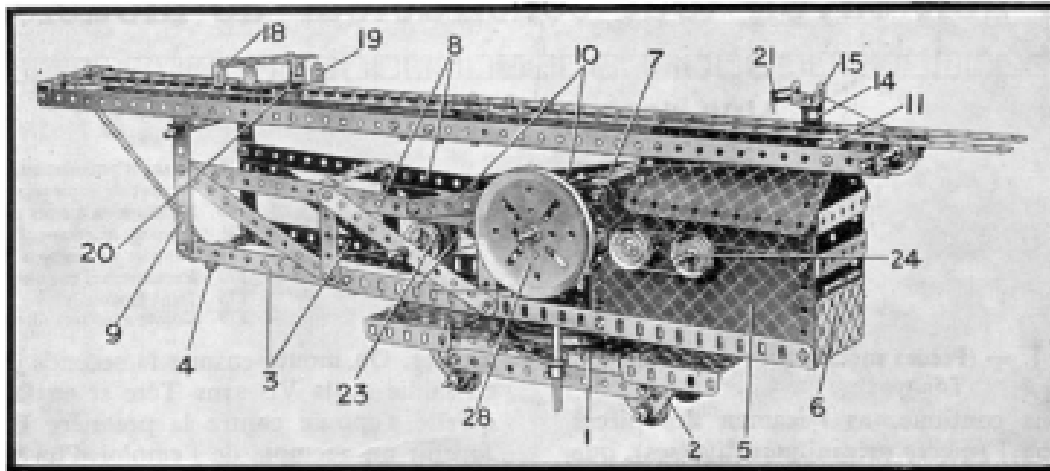

Fig. 3. Machine à enfoncer les pieux en ordre de marche.
Celui-ci consiste en une Plaque à Rebords de 14×6 cm. à chaque extrémité de laquelle est fixée une Plaque à Rebords de 9×6 cm. Ces deux dernières Plaques sont reliées à l'aide de deux Bandes de 14 cm., dont on voit l'une (1) sur la figure 3. Deux Embases Triangulées Plates 2 sont fixées à un côté de la grande Plaque à Rebords dont le côté opposé est muni de deux Embases Triangulées Coudées fixées à l'aide de Supports Plats. Ces Embases sont réunies par des Bandes de 14 cm. et portent des Tringles de 9 cm., sur lesquelles sont montées les roues de translation. Des supports latéraux sont aménagés afin d'empêcher la machine de basculer d'un côté ou de l'autre.